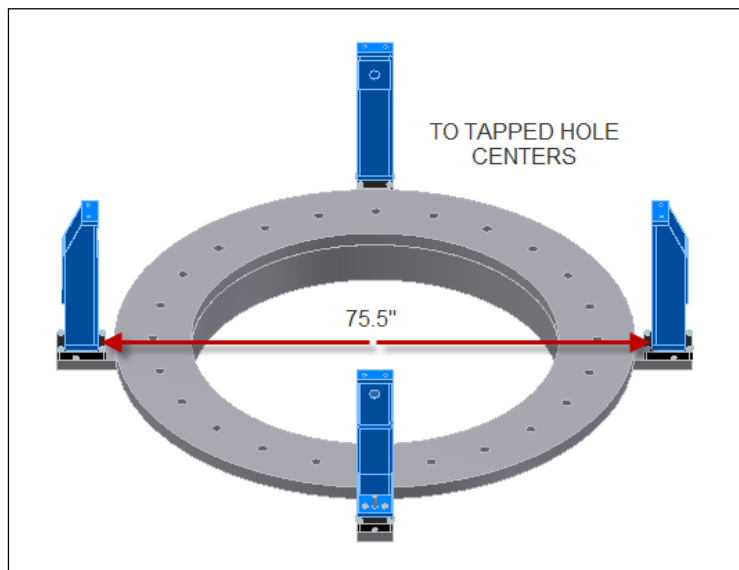

Figure 29. Fixation et montage vertical
13. Installez les supports verticaux appropriés indiqués dans Figure 29.